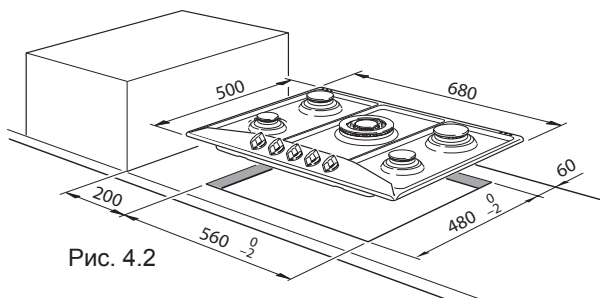

Рис. 4.2
Для встройки варочной поверхности в кухонную мебель необходимо сделать отверстие, размеры которого показаны на рис. 4.2, учитывая следующие указания:
- Расстояние от варочной поверхности до боковой стенки должно быть не менее 200 мм (рис. 4.2);